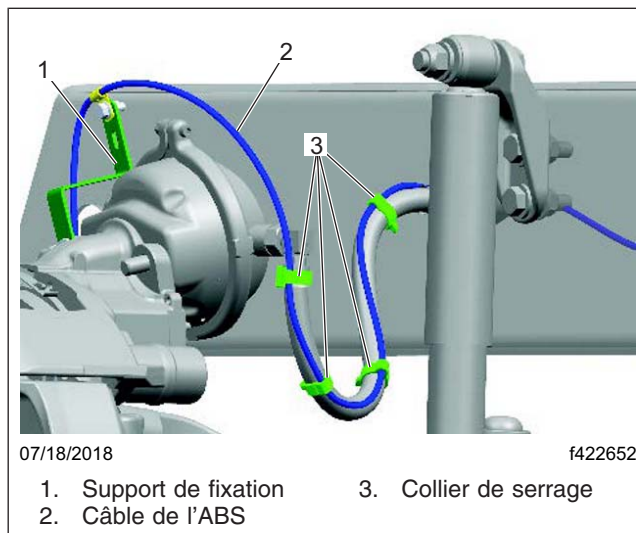

Fig. 3, Acheminement du câble de l'ABS
12. À l'aide de colliers de serrage, acheminez le câble de l'ABS le long du tuyau des freins, comme illustré sur la **figure 3**.